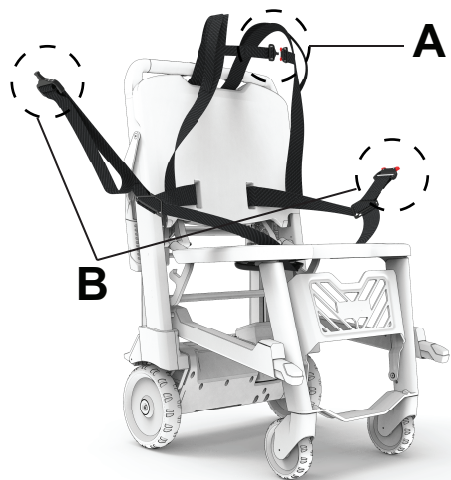

Figura 27 – Allacciare le cinghie di contenimento per le spalle e la vita
9. Allacciare le cinghie per le spalle (A) all'altezza del torace (Figura 27).
10. Tirare la cinghia di contenimento per la vita (B) attraverso il grembo/torace del paziente (Figura 27). Allungare la cinghia di contenimento secondo necessità.